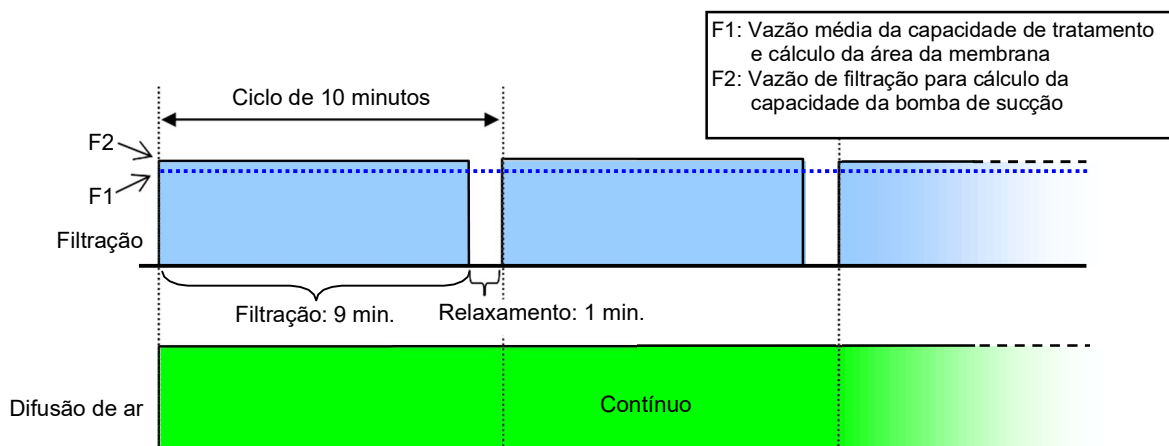

Fig.IV-1 Tempo Recomendado para Filtração Intermitente
Geralmente, é recomendada a filtração intermitente (filtração com relaxamento). **O modo mais comum de operação da filtração é nove (9) minutos de filtração seguido por um (1) minuto de filtração suspensa (relaxamento das membranas) com ar de limpeza contínuo**, conforme mostrado na Fig.IV-1. Este período de relaxamento, sem filtração, permite que a limpeza contínua do ar seja mais eficiente na remoção de sólidos que podem acumular na superfície da membrana. É recomendado a filtração intermitente seguido de períodos de relaxamento para sistemas de filtração por membranas estáveis e eficientes.